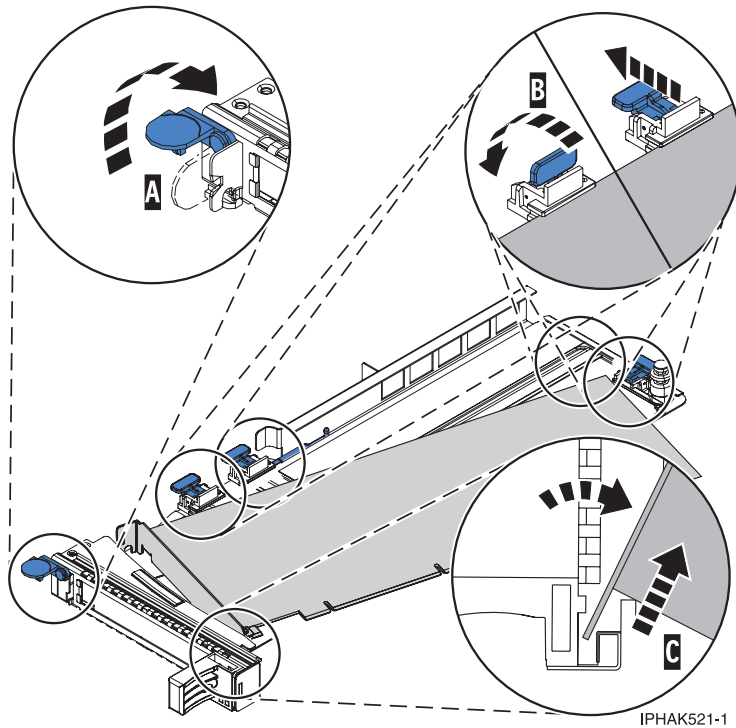

Figura 81. Extracción del adaptador PCIe de la casete de adaptador
- a. Gire la abrazadera de la contrapunta (A) hasta la posición horizontal. Consulte Figura 81 en la página 79.
- 2) En la parte superior de la casete, a lo largo del borde superior del adaptador, hay dos piezas de retención (B), que se muestran en la Figura 81 en la página 79. En el borde de la casete opuesto a la contrapunta del adaptador hay otras dos piezas de retención.
- 3) Cuando el clip de retención (B) está en la posición horizontal, las piezas de retención del adaptador están abiertas y se pueden deslizar hacia fuera de la tarjeta.
- b. Empuje las piezas de retención del adaptador (**B**) para separarlas del adaptador, como se muestra en la Figura 81.
- c. Desbloquee la contrapunta del adaptador del canal de retención (**C**). Consulte Figura 81.
- e. Levante el adaptador para sacarlo del canal de retención de la contrapunta (**C**), como se muestra en la Figura 81.